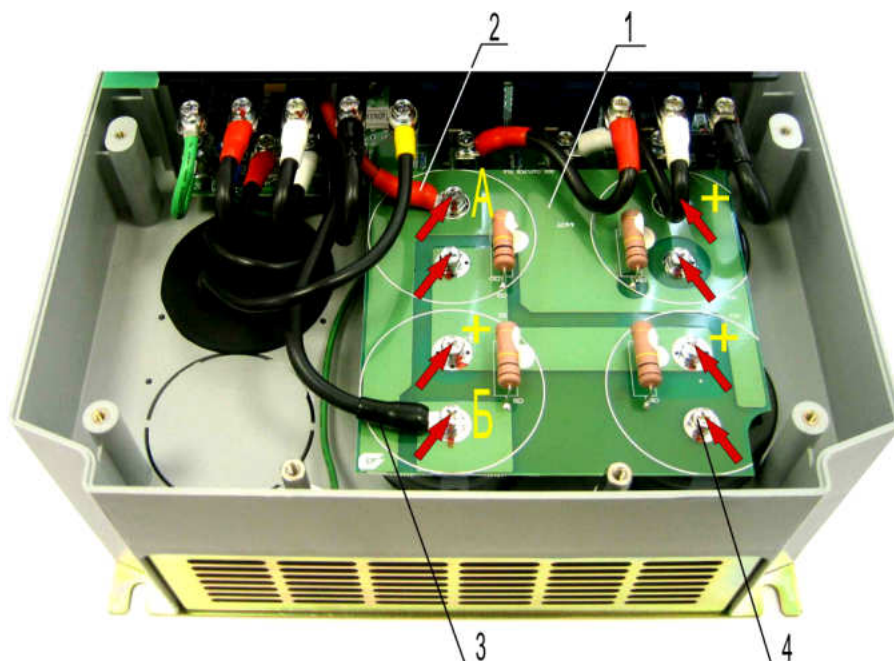

Рис. 7.6
Примечание. Если конструкция емкостной платы соответствует рис. 7.6, конденсаторы ориентировать, как показано на рис.7.3б.
Примечание. Если конструкция емкостной платы соответствует рис. 7.6, технологический процесс выполнять в соответствии с п.п. 7.3.13...7.3.15, (п.п. 7.3.7...7.3.12 не выполнять!).
7.3.13. Установить плату 1 на конденсаторы, как показано на рис. 7.6. Совместить отверстия платы с выводами конденсаторов. Закрепить плату шестью винтами 4, за исключением точек А и Б (рис. 7.6).
7.3.14. Установить наконечник провода 2 над отверстием А платы (рис. 7.6). Закрепить наконечник винтом.
7.3.15. Установить наконечник провода 3 над отверстием Б платы (рис. 7.6). Закрепить наконечник винтом.